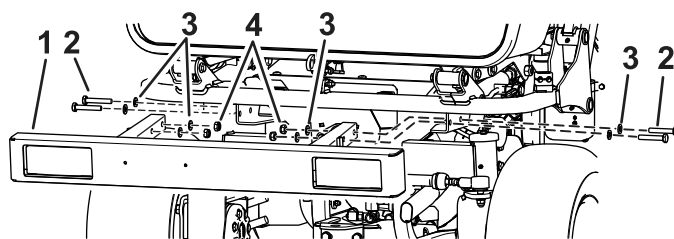

図 7
1. 後バンパーについているパーツを外す 図 7。
2. 外した金具を使用して、ホッパーの下に後バンパーを取り付ける 図 7を参照。